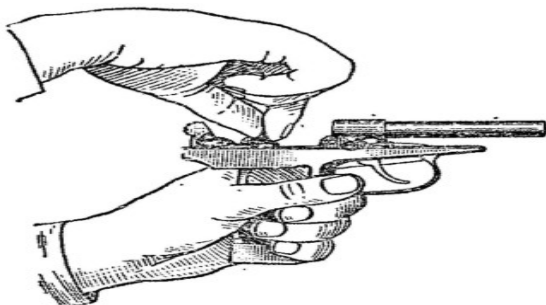

Рис. 24. Присоединение затворной задержки и шептала к рамке
8. Присоединить затворную задержку и шептало к рамке. Удерживая рамку в левой руке, правой рукой вложить затворную задержку в вырез рамки (рис. 24), взять шептало так, чтобы лыска на его правой цапфе была обращена вперед, вставить в цапфенное гнездо рамки сначала